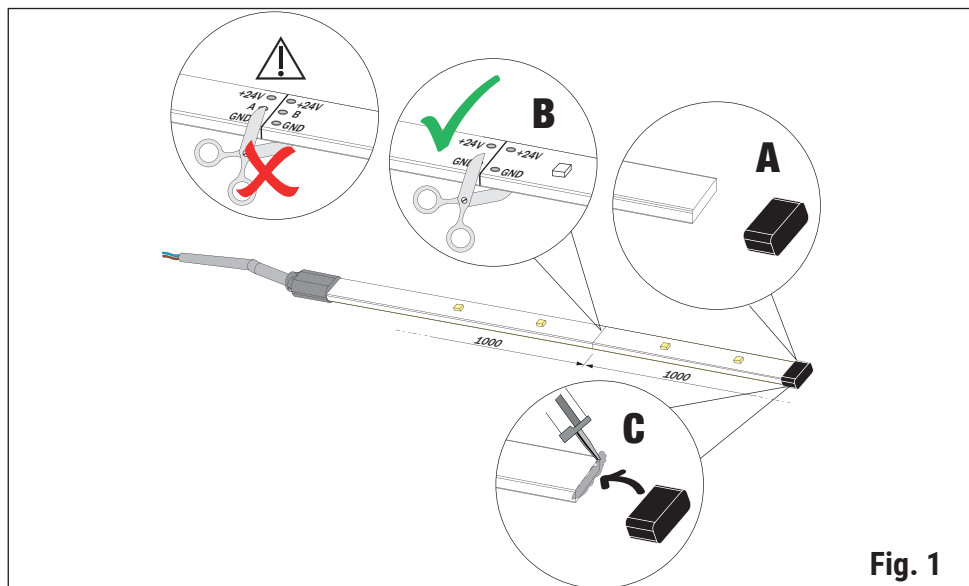

Fig. 1
1. Scollare e rimuovere il terminale nero part. **A** fig. 1.